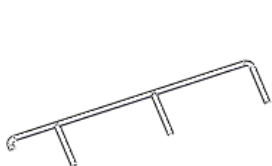
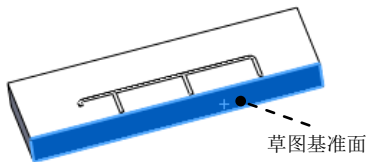
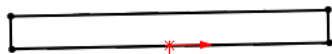

图 13.2.14 切除—拉伸 1
图 13.2.15 草图基准面
图 13.2.16 横断面草图
Step11. 创建图 13.2.14 所示的拉伸—切除 1。
(1) 选择命令。选择下拉菜单 **插入(I)** → **切除(C)** → **拉伸(E)...** 命令。
(2) 定义特征的横断面草图。选取图 13.2.15 所示的模型表面作为草图基准面，绘制图 13.2.16 所示的横断面草图。